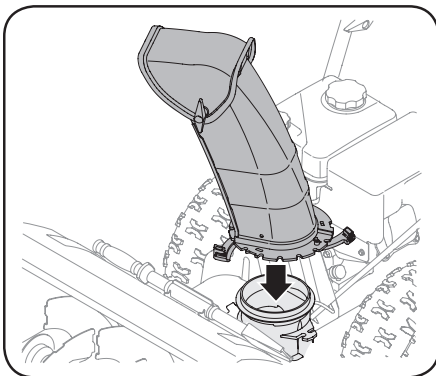

Figura 2-9
1. Ubique el conjunto del canal sobre la base. Consulte Figura 2-9.